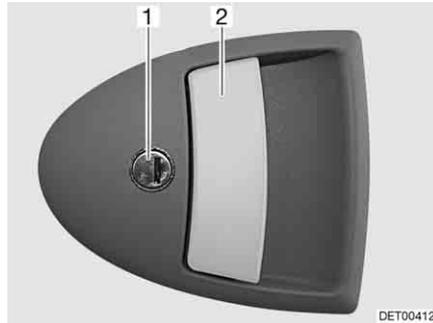

Bild 46 Türschloss Eingangstür, außen
- Schlüssel in Schließzylinder (Bild 46,1) stecken und drehen, bis das Türschloss entriegelt ist.
- Am Türgriff (Bild 46,2) ziehen. Die Tür ist geöffnet.
- Schlüssel in Schließzylinder (Bild 46,1) stecken und drehen, bis das Türschloss verriegelt ist.